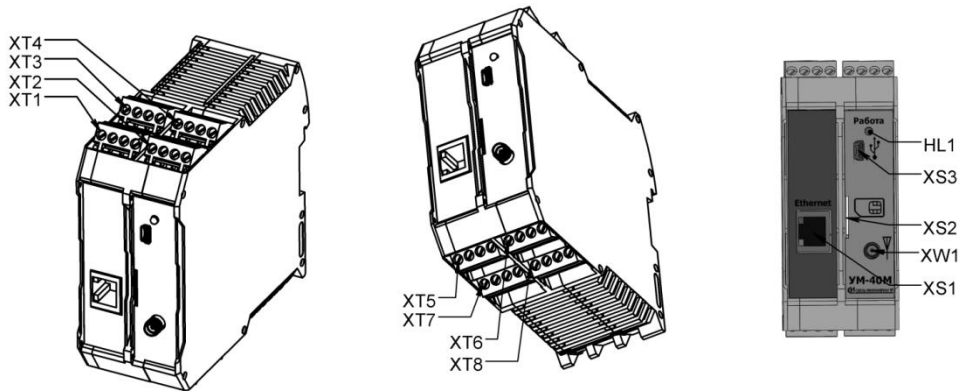

Рисунок 2. Обозначение клеммников
6.5 Подсоедините устройство к сети переменного тока, в соответствии с обозначением и описанием контактов клеммников (см. Рисунок 2 и Таблицу 2). Подключение к сети переменного тока рекомендуется производить проводом ПВ3 сечением 0,5мм2 или 0,75мм2 через внешний предохранитель или
6.7 Подайте на устройство питание. На передней панели устройства должен мигать светодиод HL1 (см. Рисунок 2), что свидетельствует о готовности устройства к работе.